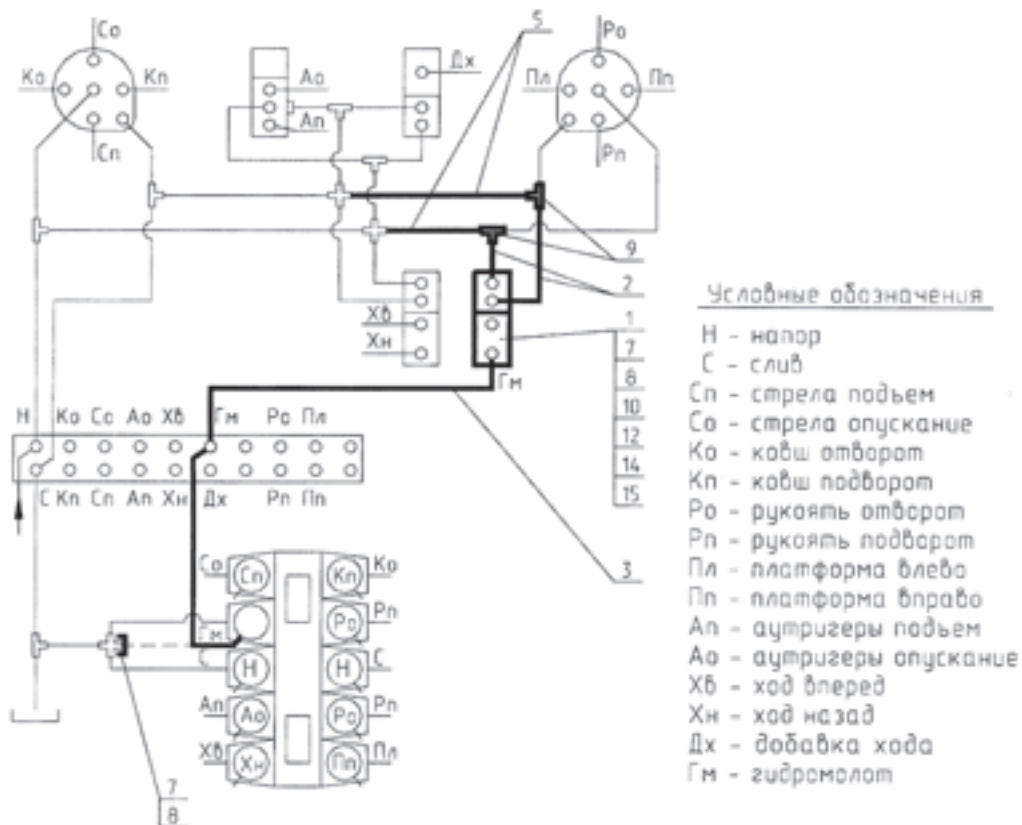

Рис. 7. Схема гидроуправления гидромолотом на экскаваторе ЕК 12
4.4.2.1. В соответствии со схемой (рис. 7, табл. 5) установите в пульте управления в кабине рядом с блоком управления ходом экскаватора дополнительный блок управления 1 со штуцерами 10 и уплотнительными кольцами 15, используя детали крепления 12, 14.